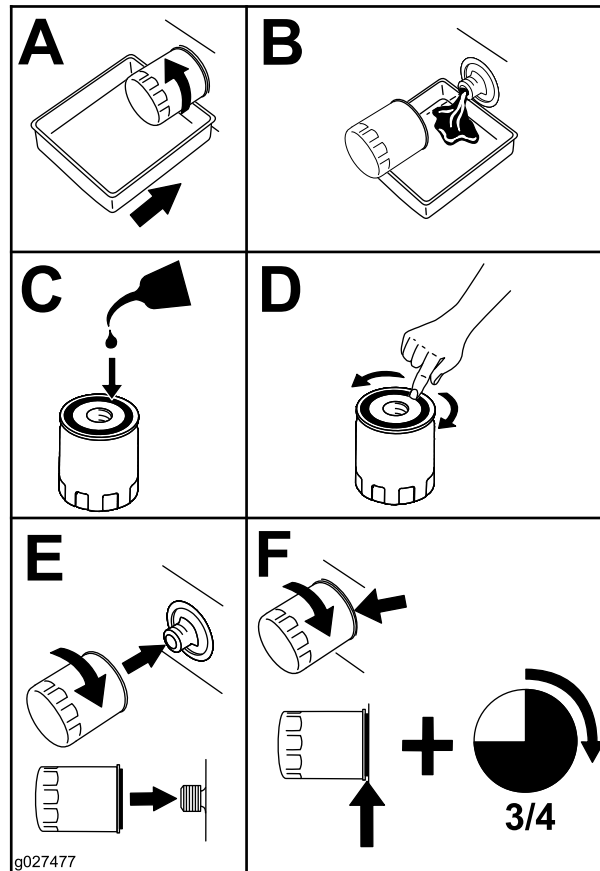

Рисунок 48
4. Замените масляный фильтр двигателя (Рисунок 48).